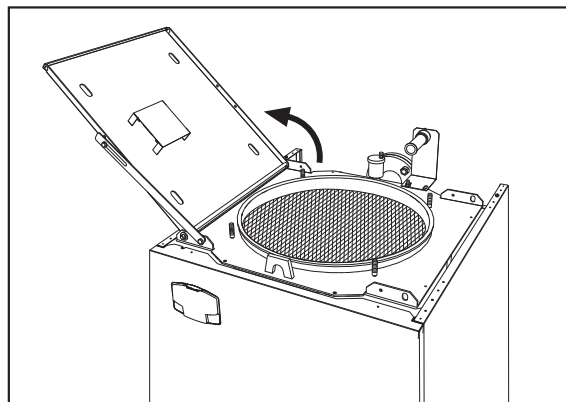

fig. 44
5. Abrir la puerta del quemador (fig. 44).